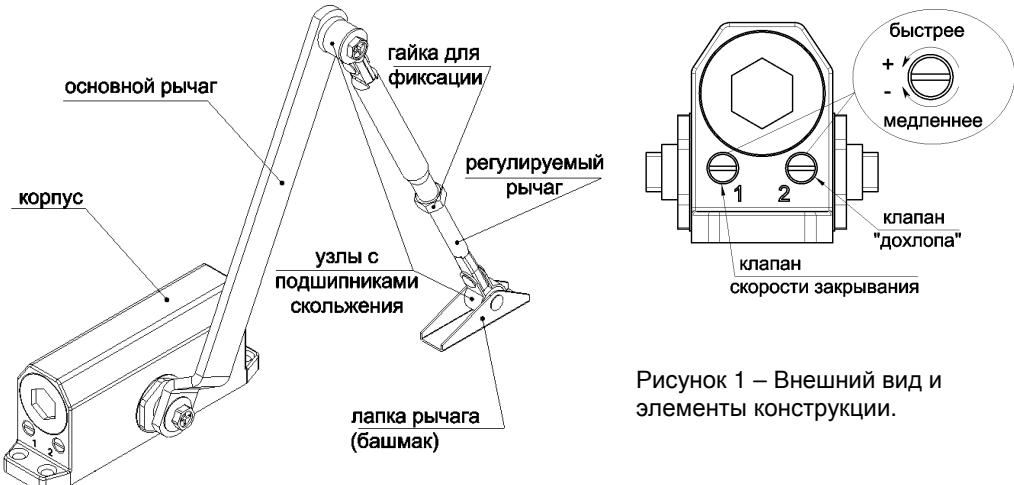
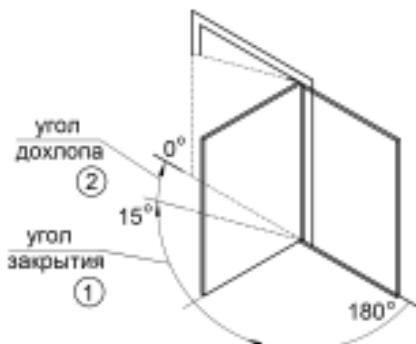

Рисунок 1 – Внешний вид и элементы конструкции.
Рисунок 6 – Регулируемые зоны закрытия двери.
Первый отвечает за регулировку скорости движения (см. рисунок 1), **второй используется для плотного закрывания двери** – так называемого «дохлопа», - это ускорение движения двери непосредственно перед закрытием, для преодоления сопротивления воздуха, резиновых уплотнителей или защелки замка.
- Сценарий, по которому дверь будет **закрываться** в двух зонах (см. рисунок 6), можно регулировать клапанами 1 и 2 (см. рисунок 1) при помощи отвёртки, соблюдая меры безопасности. Первая – начальная, диапазон которой колеблется в пределах 180-15 градусов. Вторая – конечная, которая приходится на оставшиеся 15-0 градусов. При этом скорость и усилия во второй зоне должны быть немного большими для того, чтобы дверь захлопнулась.